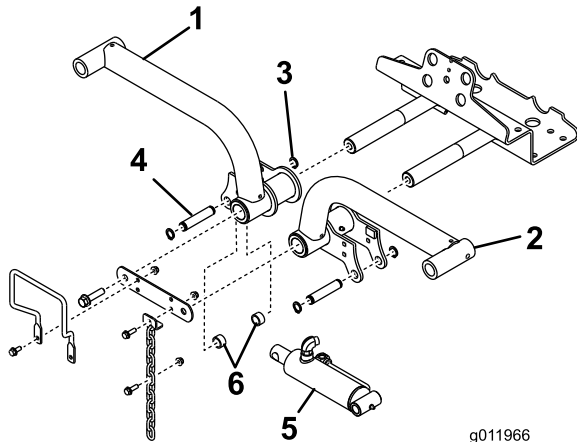

Bild 15
4. Stecken Sie die Hubarme in die Gelenkschäfte des Hubarms (Bild 15) und befestigen sie mit dem Gelenkschaftanschluss und den Schrauben, die Sie vorher entfernt haben.
6. Befestigen Sie das rechte Ende des Hubzylinders mit einem Stift und zwei Distanzstücken am rechten Hubarm (Bild 15). Befestigen Sie ihn mit dem Befestigungsring.